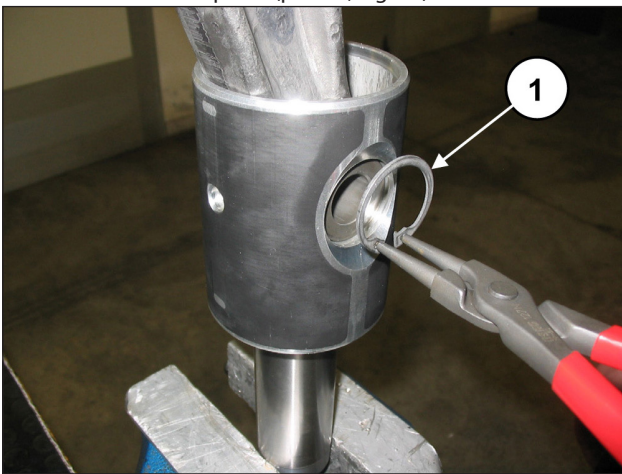

Fig. 34
Remova os dois anéis elásticos de bloqueio do pino, usando uma ferramenta adequada (pos. ①, Fig. 34).
Insira a haste na guia do pistão (pos. ①, Fig. 36) e, em seguida, insira o pino (pos. ①, Fig. 35). Aplique os dois anéis elásticos de desembalar com a ferramenta adequada (pos. ①, Fig. 34).